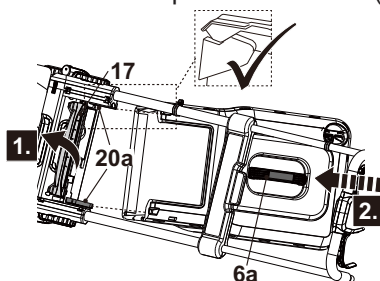

Fig. 7
4. Ouvrez le capot du déflecteur (17) et maintenez-le en place (Fig. 7, étape 1).
5. Portez le bac de ramassage (6) par sa poignée de transport (6a).
6. Alignez le support avec les crochets (20a) et accrochez le bac de ramassage (Fig. 7, étape 2).
7. Relâchez ensuite délicatement le capot du déflecteur (17).